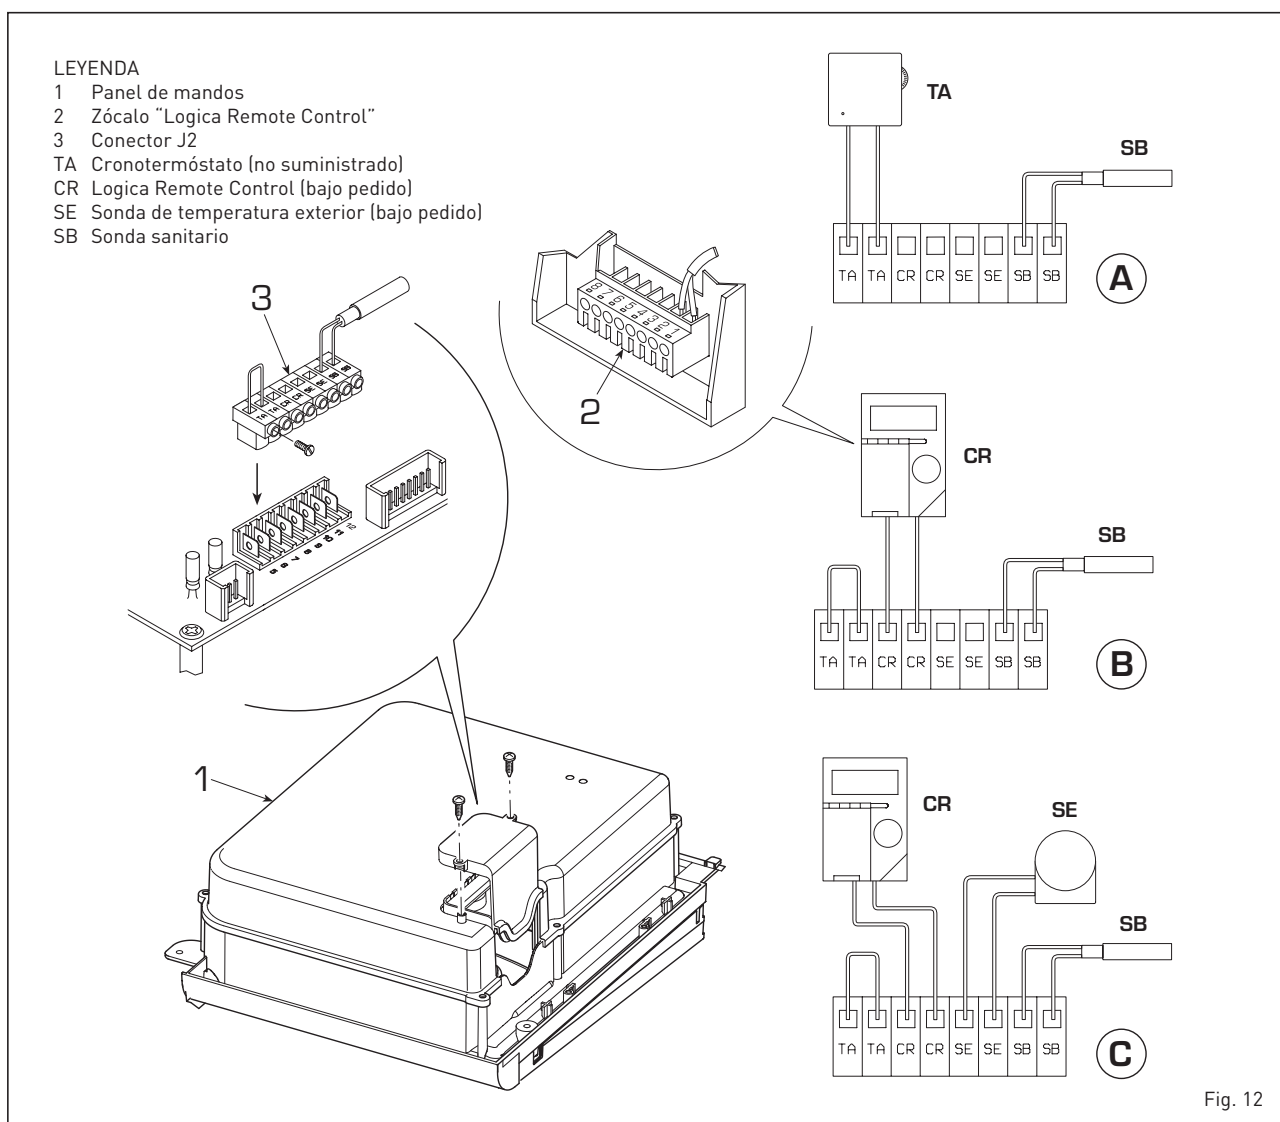

Fig. 12
2.10.1 Conexión del cronotermóstato (fig. 12 pos. A)
2.10.2 Conexión "Logica Remote Control" (fig. 12 pos. B)
2.10.3 Conexión sonda temperatura exterior (fig. 12 pos. C)